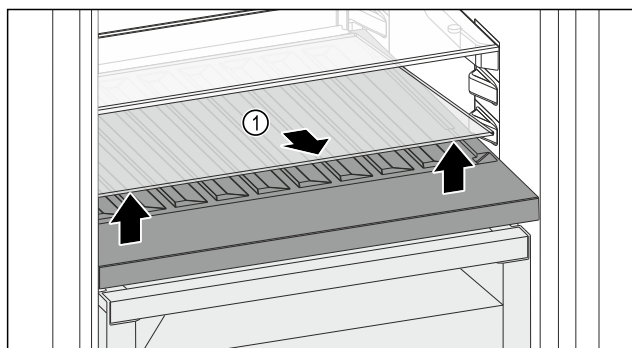

Fig. 105
- Скористайтесь пазом спереду, щоб підняти скляну полицю Fig. 105 (1) і вийняти її.
- Безпечно зберігайте скляну полицю Fig. 105 (1) за межами пристрою.
- Скористайтесь пазом спереду, щоб підняти скляну полицю або обидві скляні полиці Fig. 105 (1) і вийняти їх.
- Безпечно зберігайте скляну(-і) полицю(-і) Fig. 105 (1) за межами пристрою.